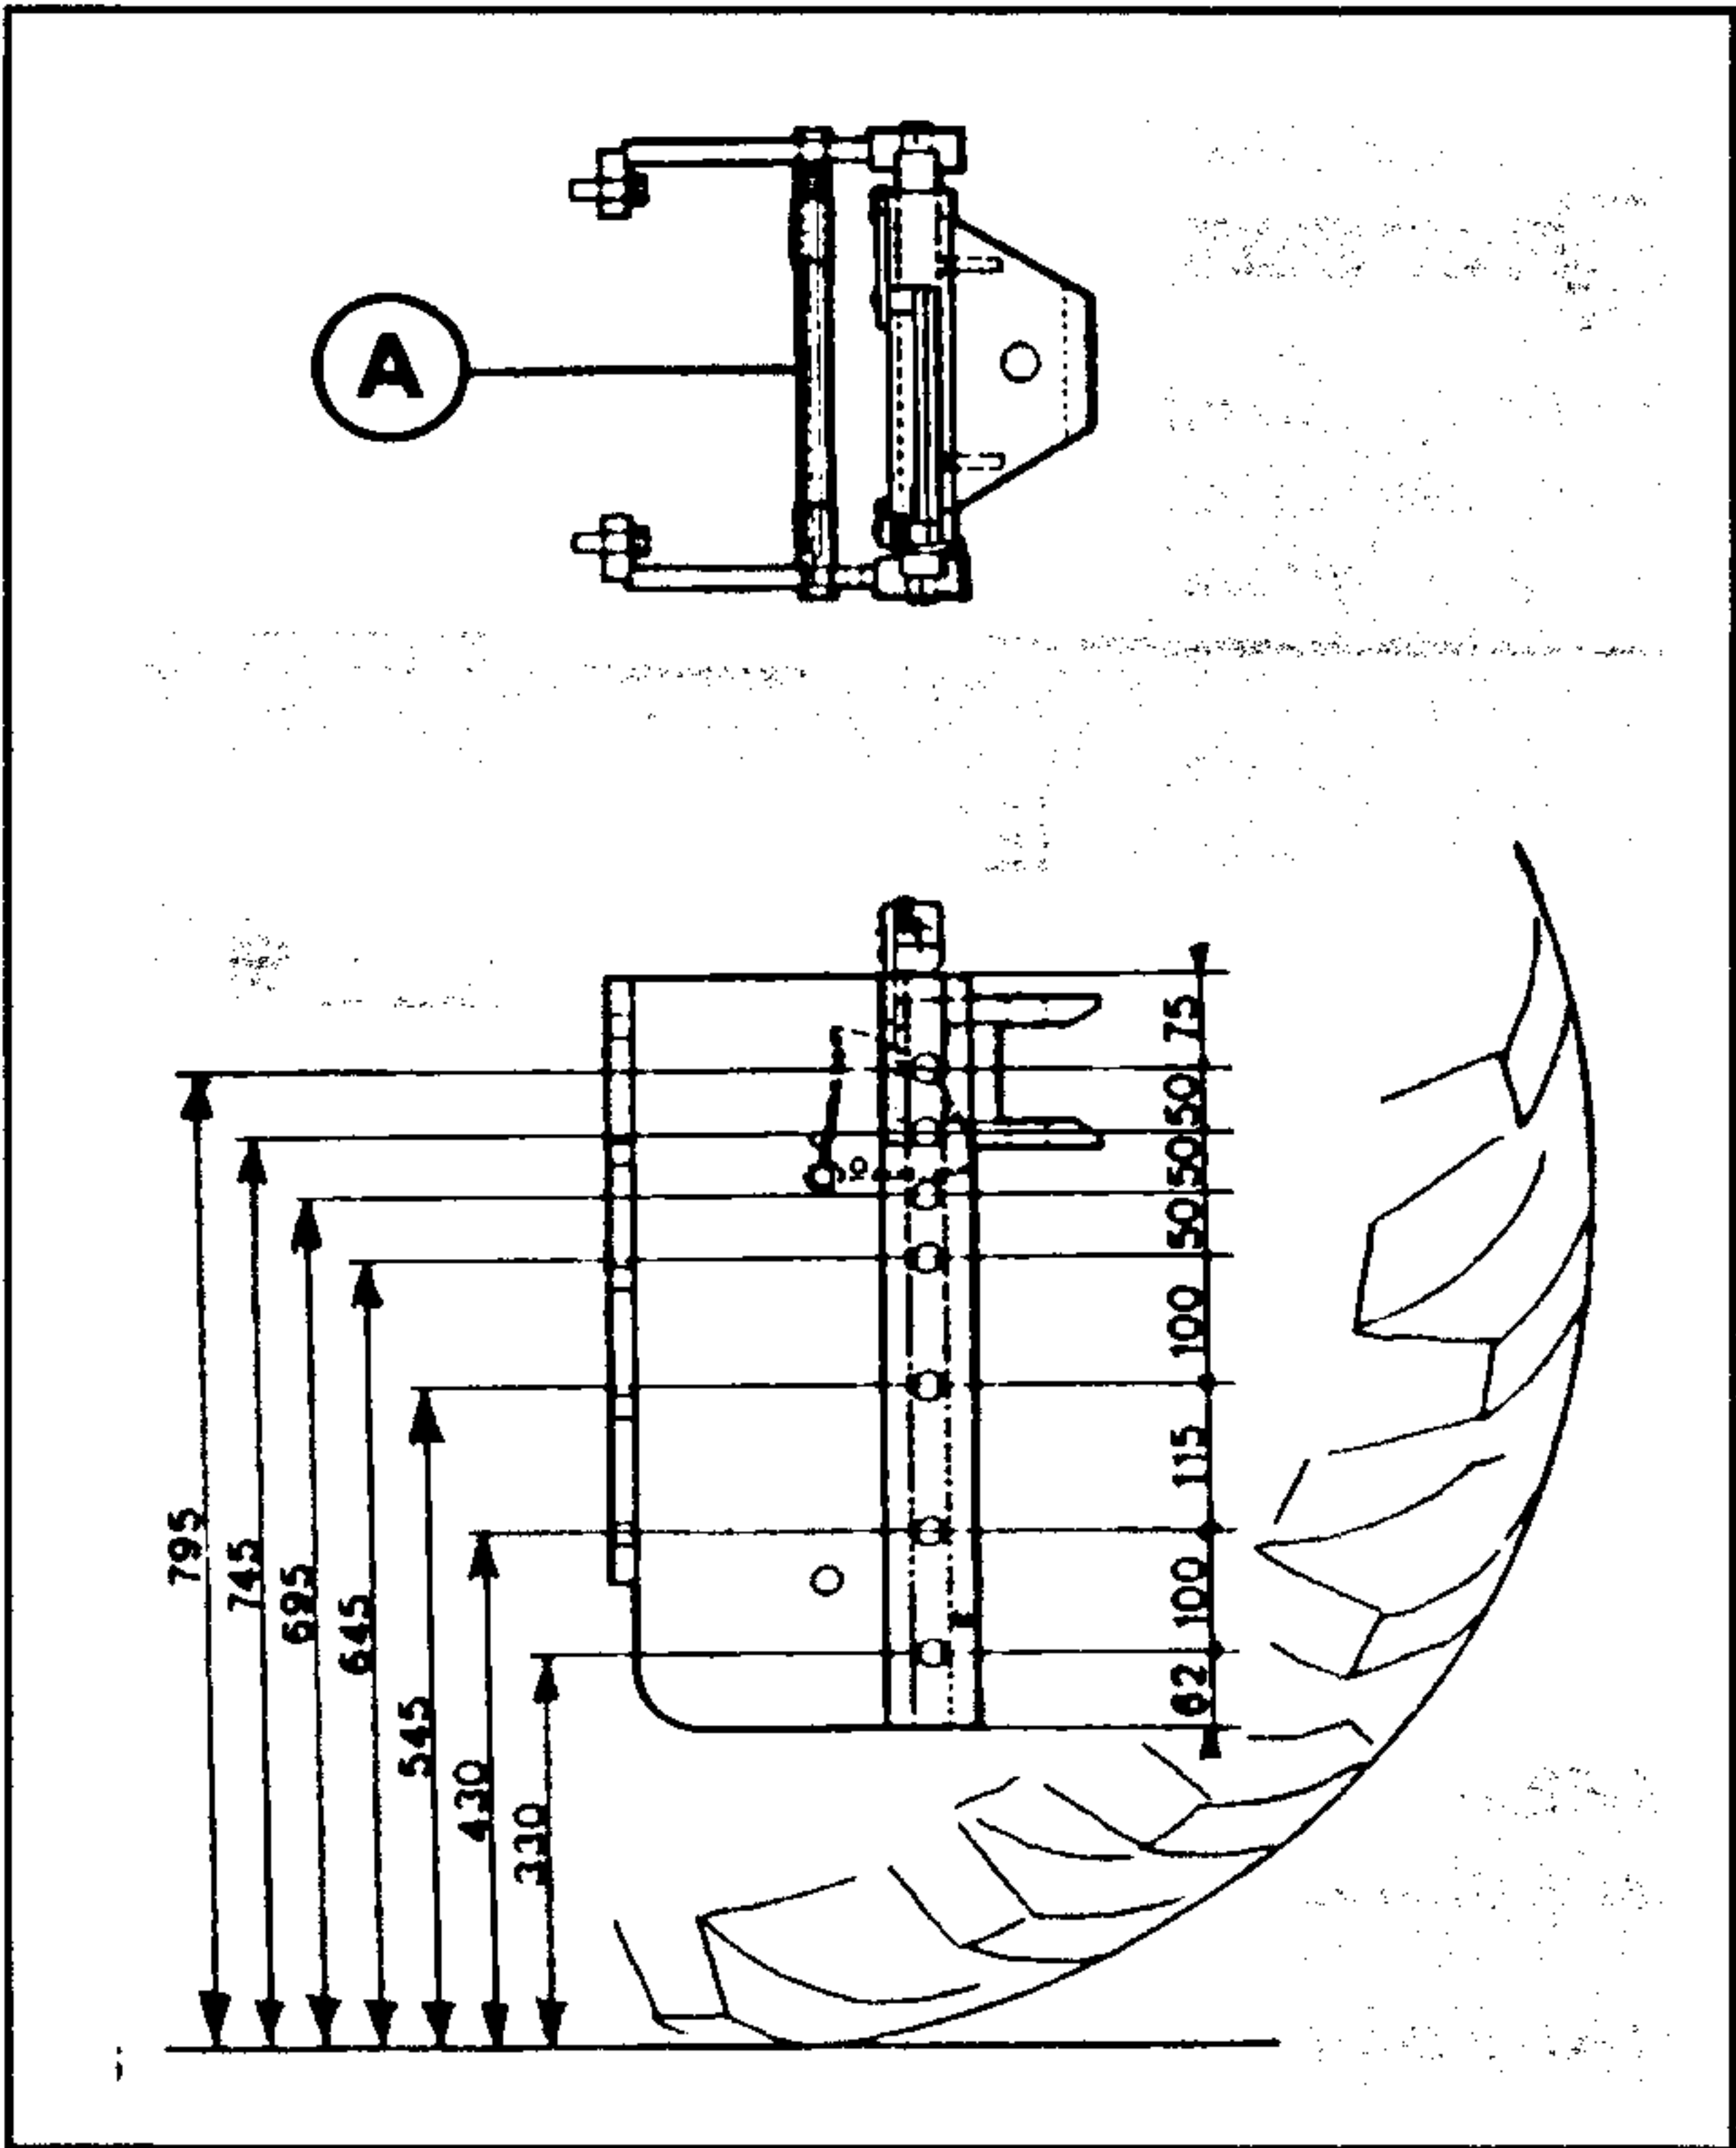
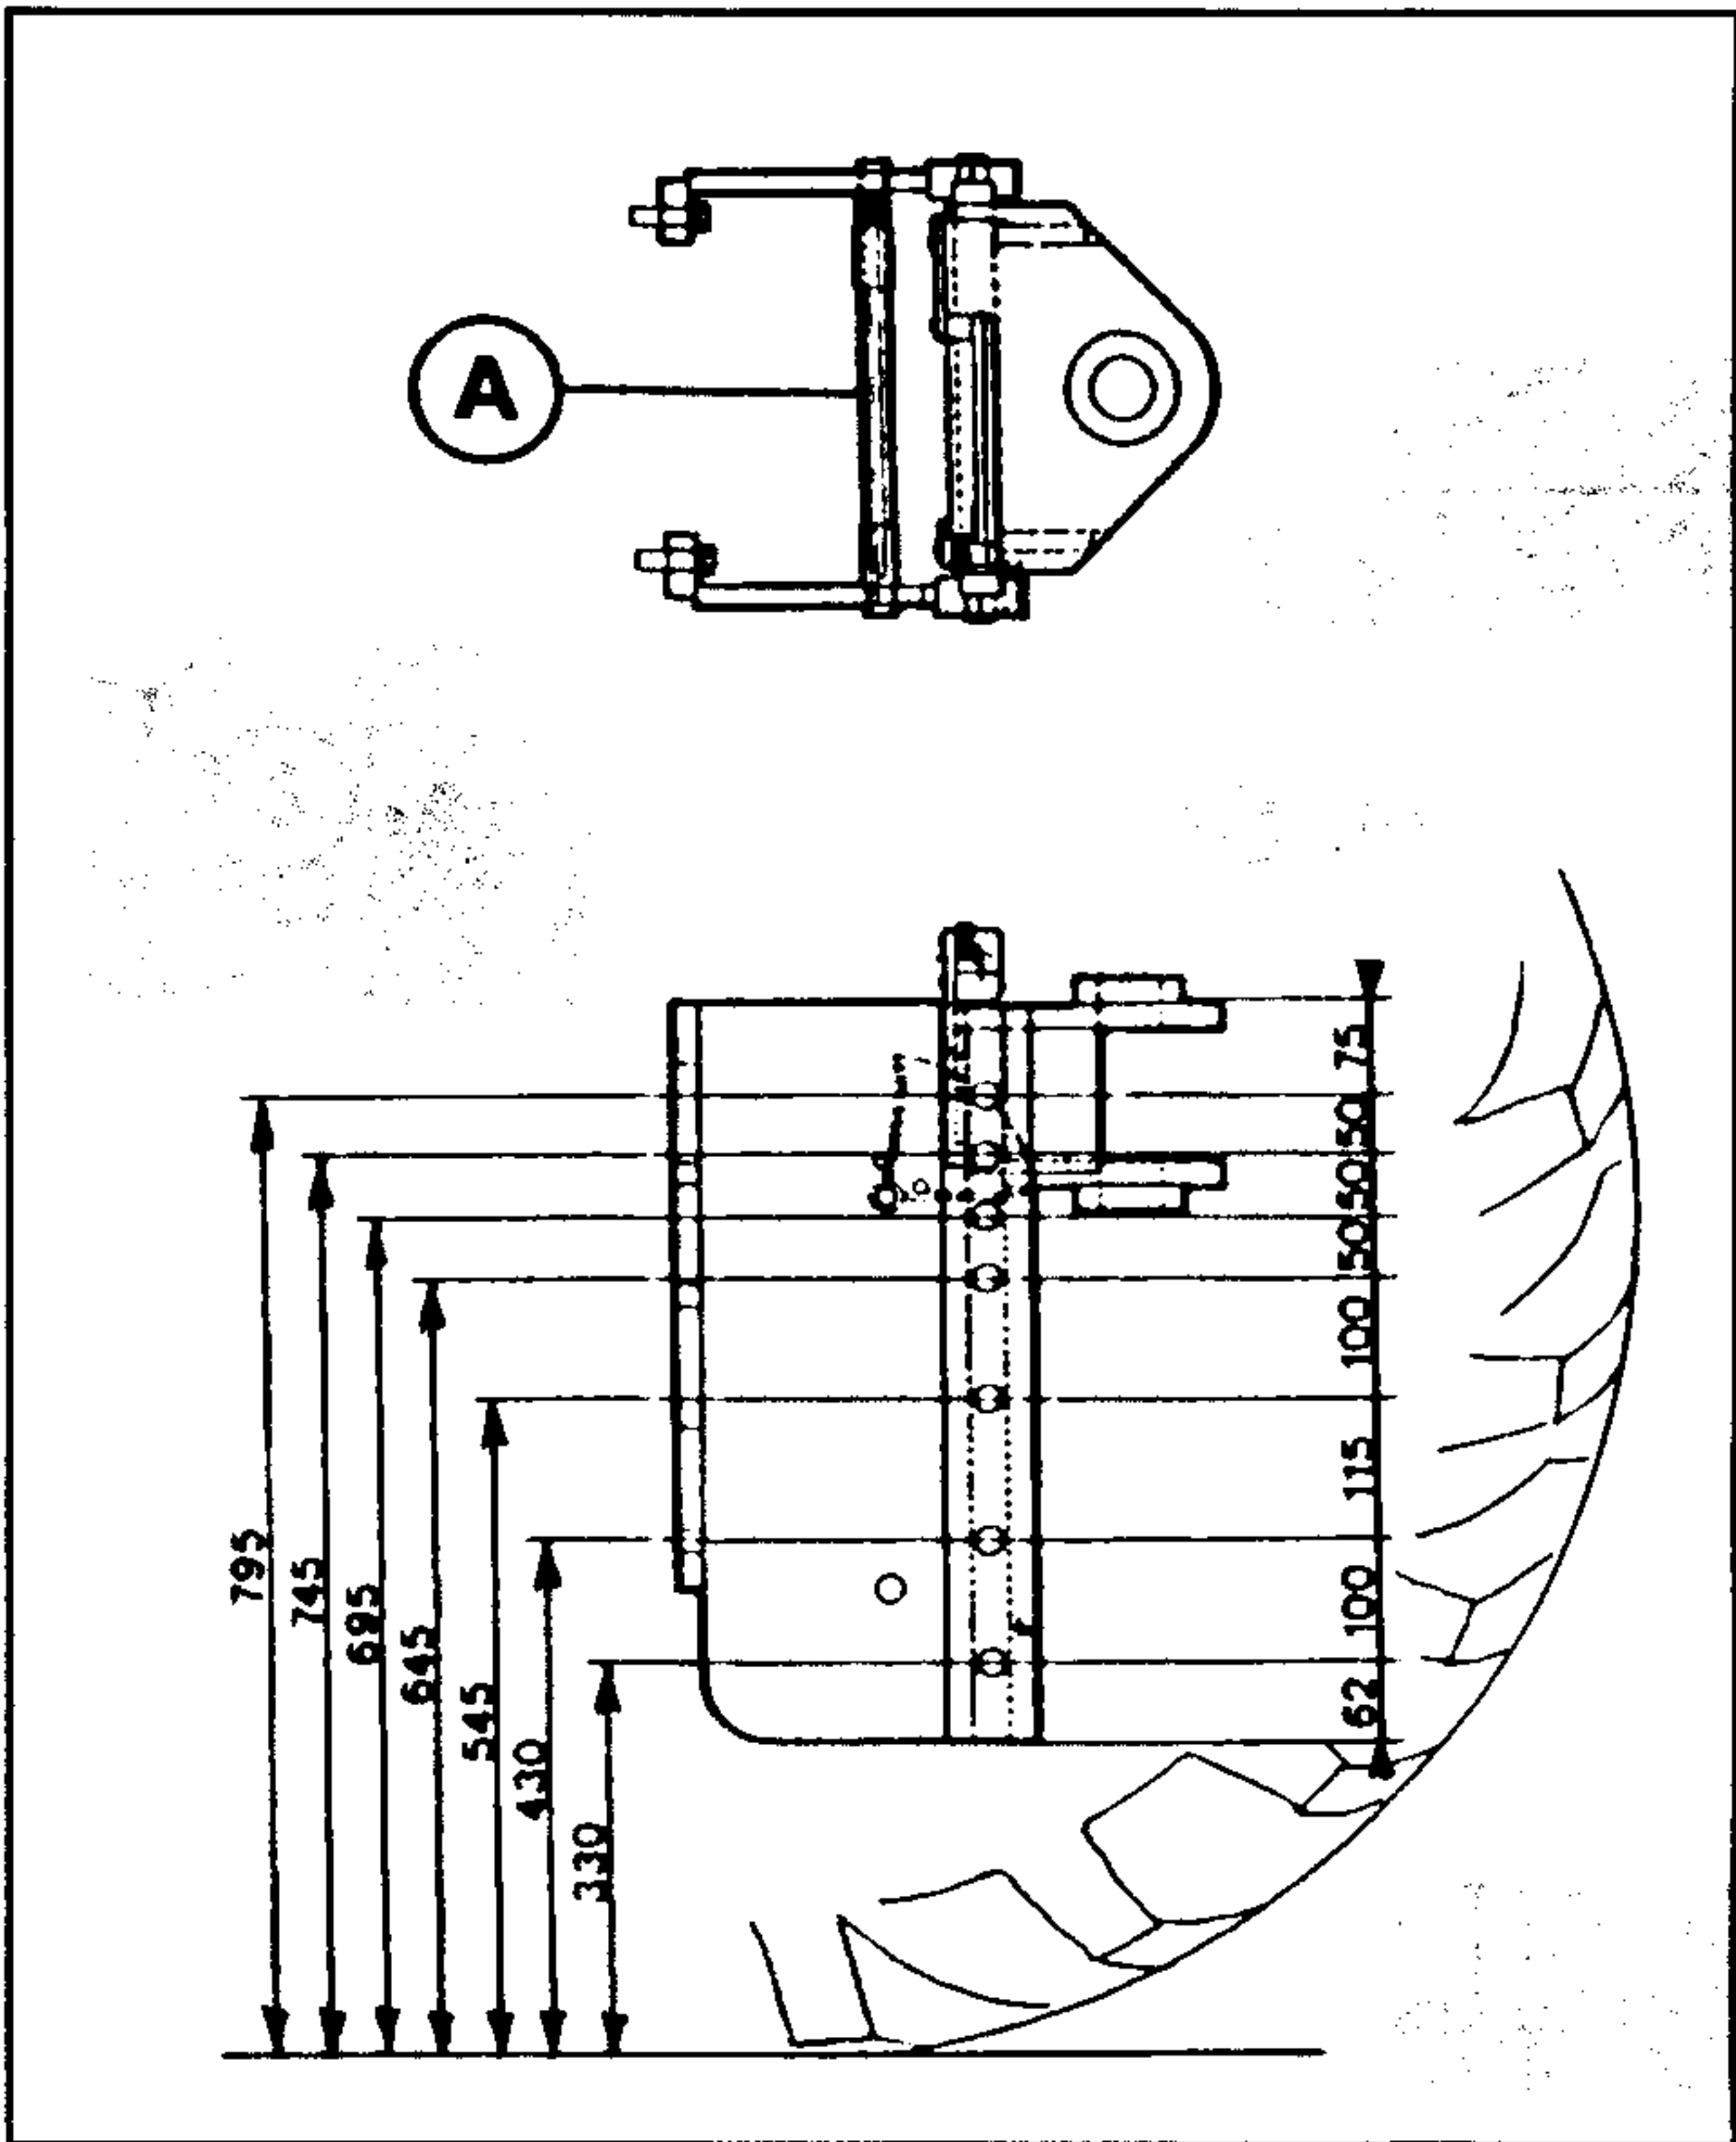

Fig. 4-59 - Cat. "C" (18.4 R34)
Fig. 4-60 - Cat. "D3" regulable en altura (18.4 R-34)
Con el tractor se ofrece a pedido un gancho de tiro de tipo "C" (Fig. 4-59) o "D3" (Fig. 4-60) con regulación rápida de la altura. El mismo permite obtener seis diferentes alturas desde el terreno. Una específica palanca desbloquea (A) el gancho de tiro que puede así desplazarse hacia arriba o hacia abajo según la necesidad.